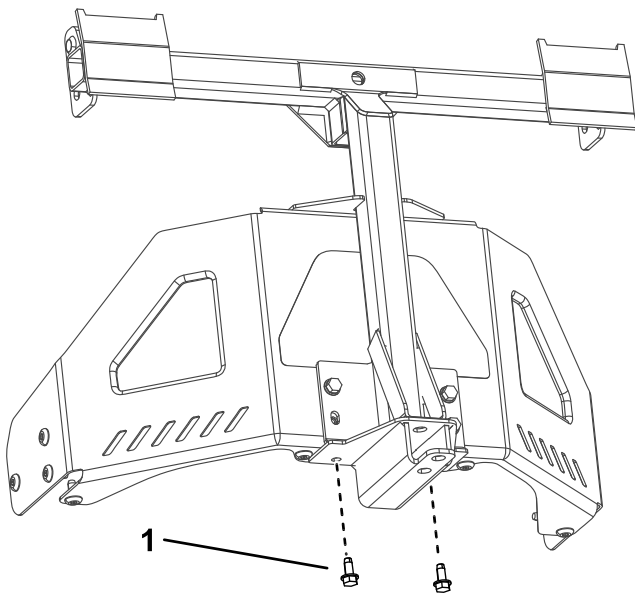

Bild 7
3. Befestigen Sie den Drehrahmen mit zwei Blechschauben (5/16" x 3/4") an der Unterseite des Maschinenrahmens, wie in **Bild 7** abgebildet.